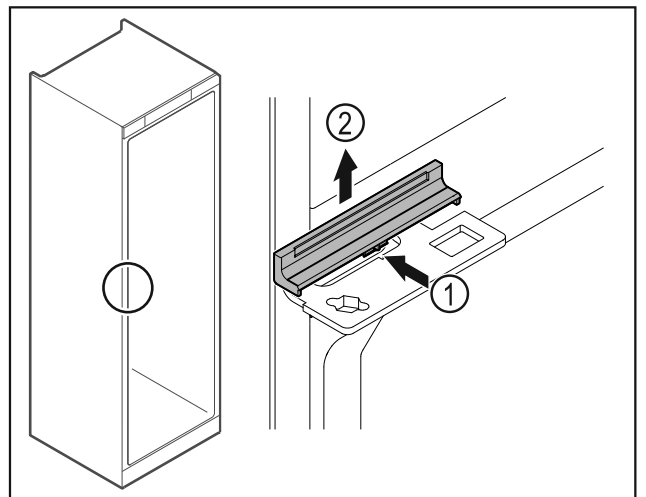

Fig. 42
- ▶ Trykk dekselet Fig. 42 (1) litt inn på midten, og trekk det opp og av Fig. 42 (2).